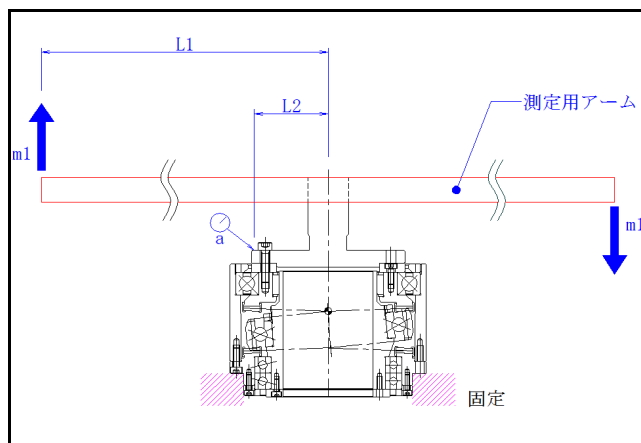

図2: モーメント剛性測定要領
- 入力サイドのケースを固定し、出力軸にモーメント荷重を与えた時の剛性を測定。単位角度(1arc.min)を傾けるのに必要な負荷モーメント値で表します。(下図2及び下記計算式参照して下さい。)